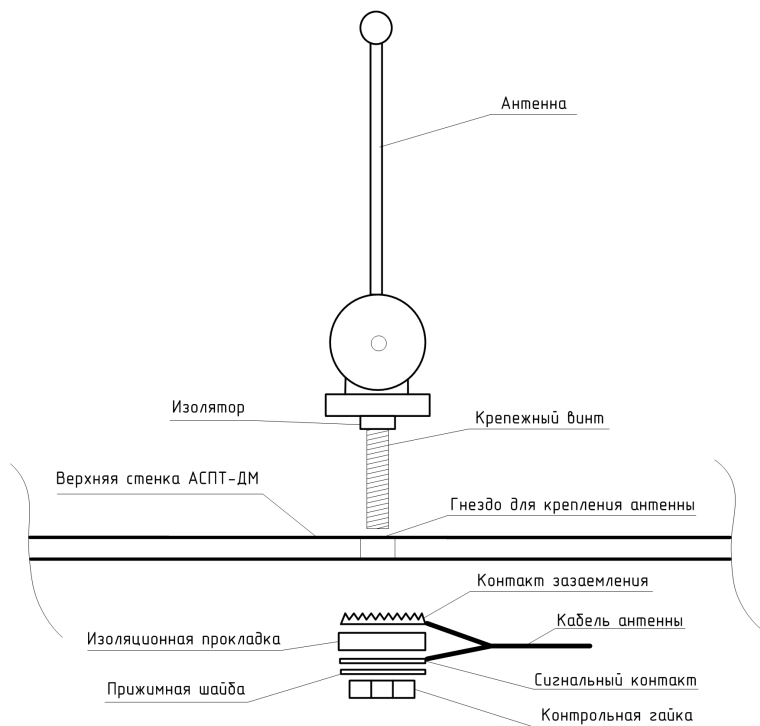

Рисунок 2.5 – Схема крепления антенны к корпусу АСПТ-ДМ
2.4.6.1 Разобрать антенну, для этого открутить контрольную гайку, снять прижимную шайбу и крепление кабеля с крепёжного винта (рисунок 2.5).